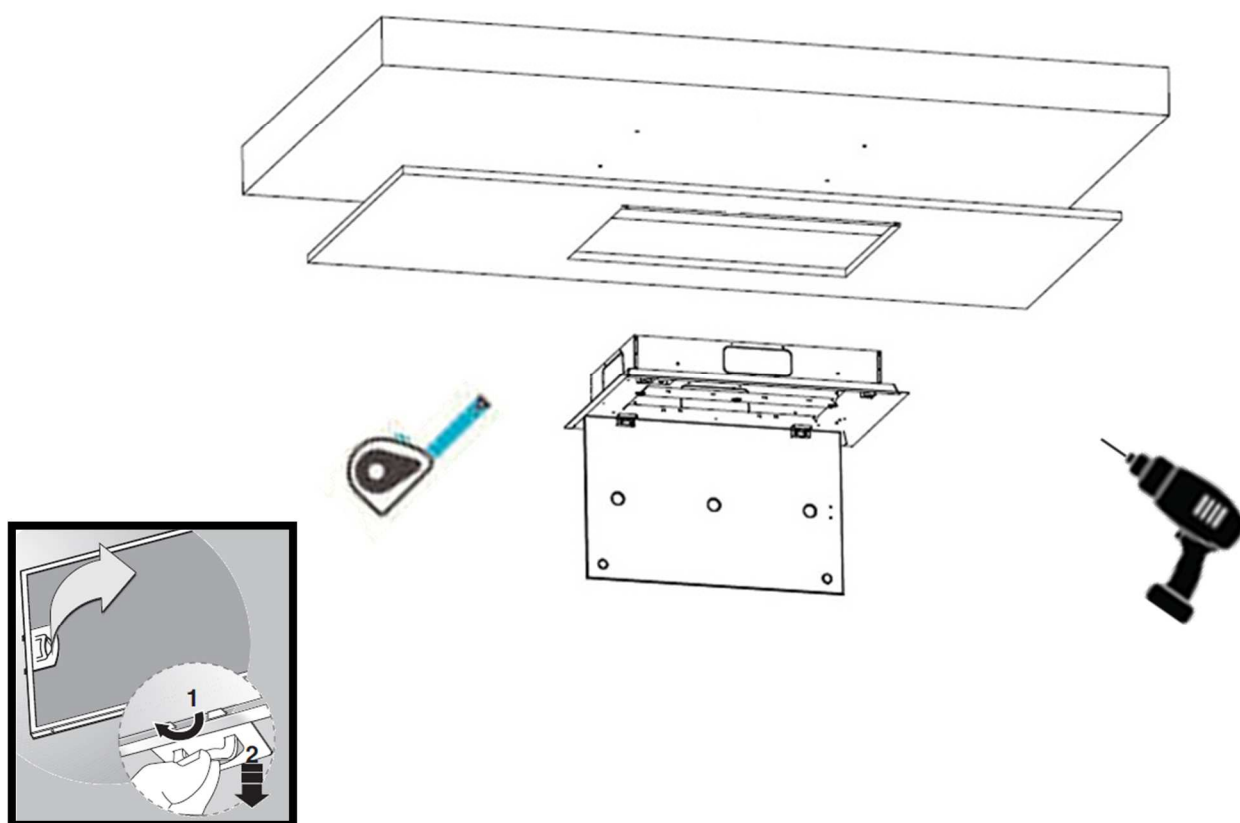

Fig. 3
- 4) Setzen Sie die Dübel Nr. 4 ein und ziehen Sie sie mit der mitgelieferten Mutter fest. Führen Sie den Gewindeanschlusseinsatz mit der Gewindestange ein, um ihn anzuschrauben (Abb. 3).